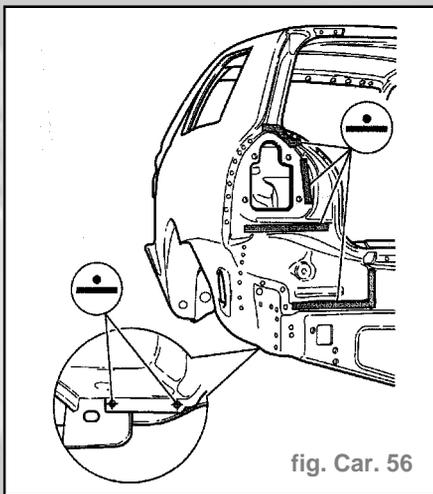

fig. Car. 56
- Souder la tôle du logement à la pointeuse électrique (fig. Car. 56).